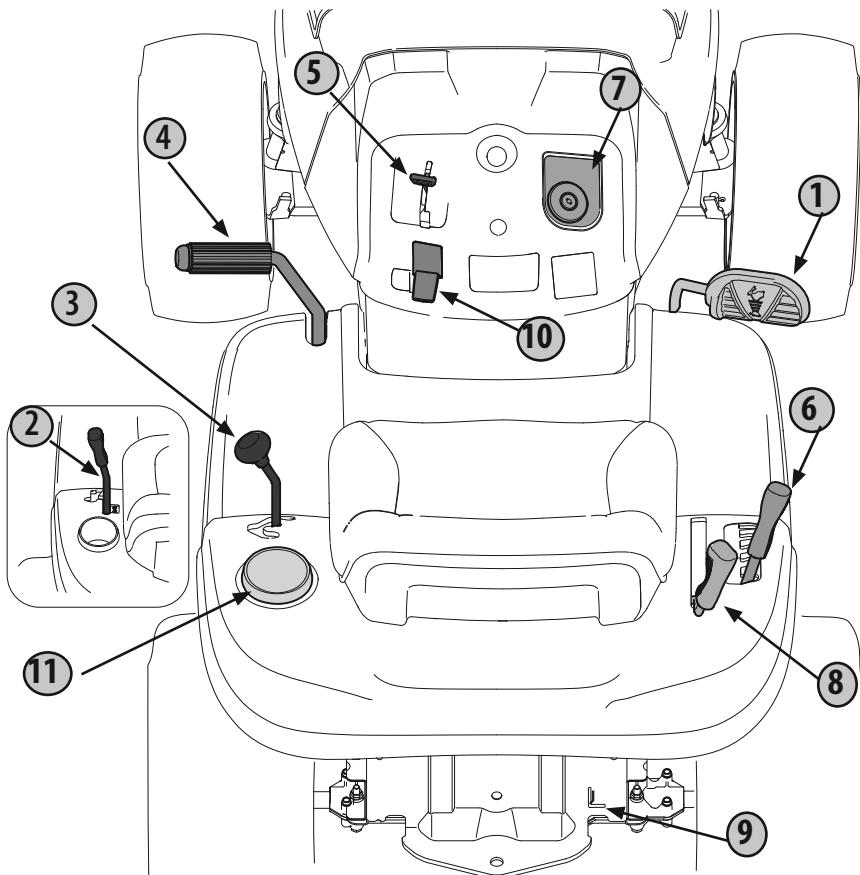

Figure 18
4. Glissez le déflecteur d'éjection vers l'arrière de l'appareil jusqu'à ce que le trou du boulon sur le déflecteur d'éjection s'aligne avec le trou du plateau de coupe. Voir Figure 18.